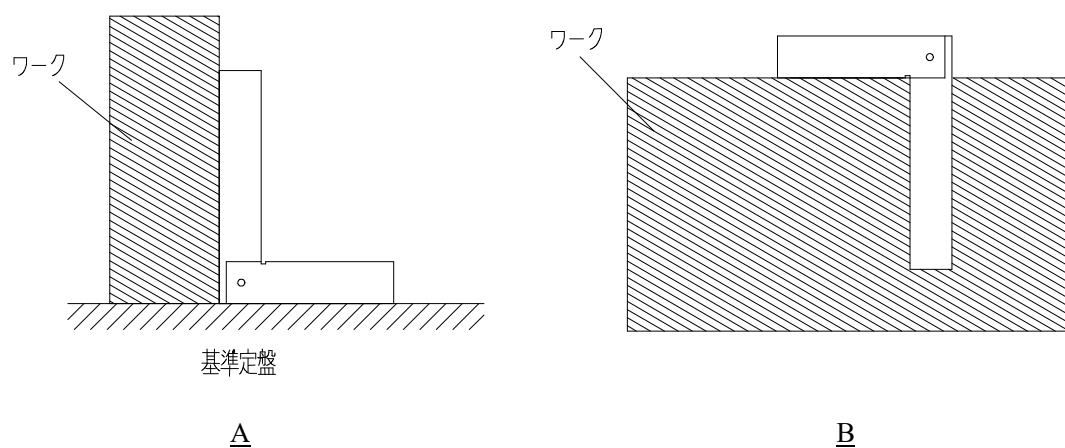

図 2. 直角定規の使用方法
- 1) 図 2. A のように、基準定盤などの上に直角定規を立て、使用面をワークに当てて測定します。このとき、直角定規とワークの間にできる隙間を、光の通過量やシックネスゲージなどを用いて確認します。
- 2) 図 2. B のように、ワークに対して直角定規の側面を当てて直角を測定する方法です。また、けがき作業や部品のセット時の基準としても使用できます。